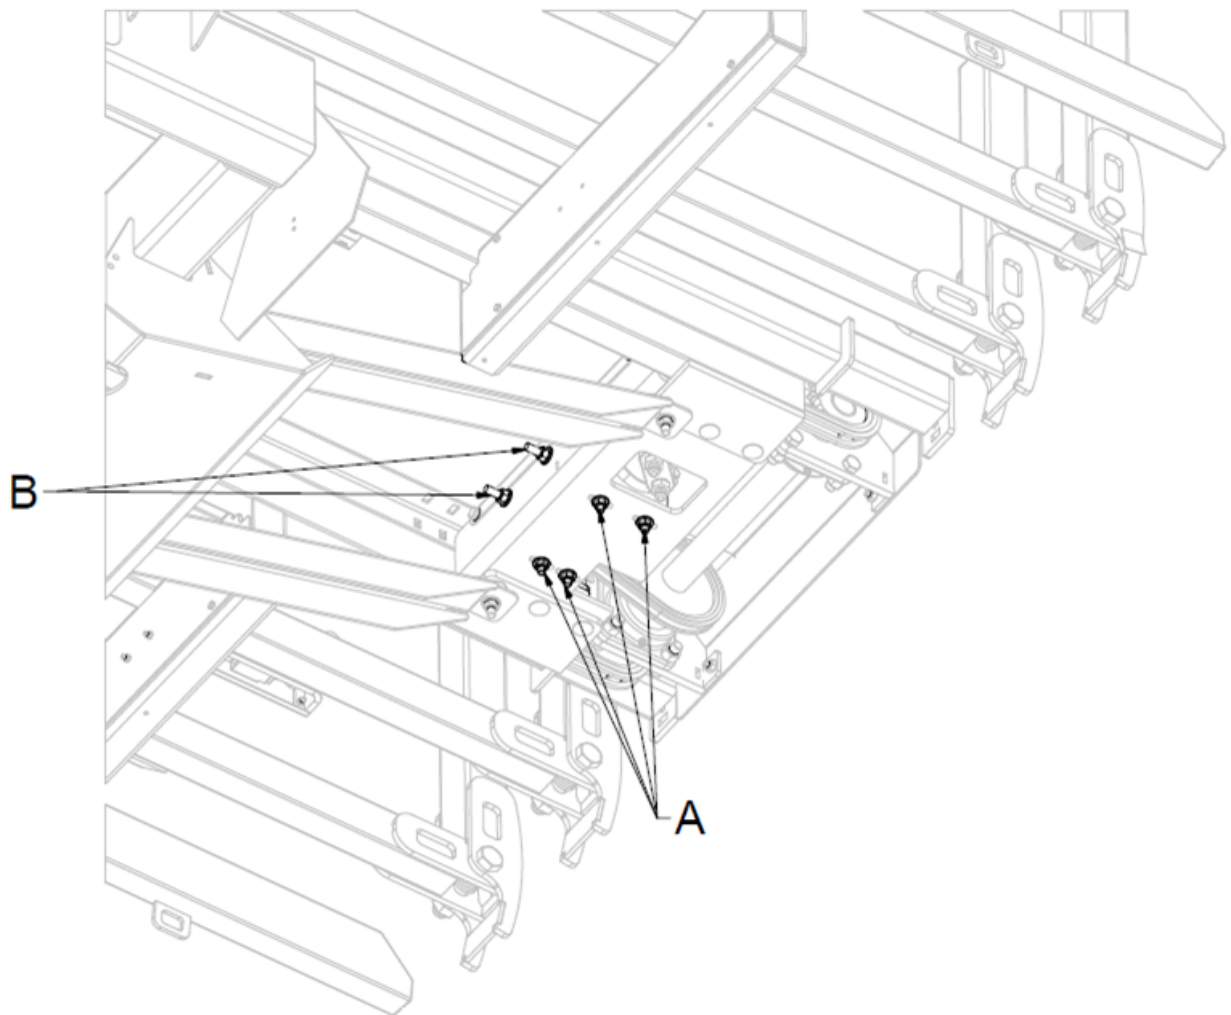

Figure 33 — Ajustement de la tension de la chaîne de transmission du poussoir
1. Desserrez les quatre (4) boulons situés sous la boîte de transmission (A Figure 33).
2. Resserrez les deux (2) boulons de tension situés sur le côté de la boîte de transmission (B Figure 33) jusqu'à obtenir la tension adéquate.
3. Resserrez à nouveau les quatre (4) boulons situés sous la boîte de transmission (A Figure 33).